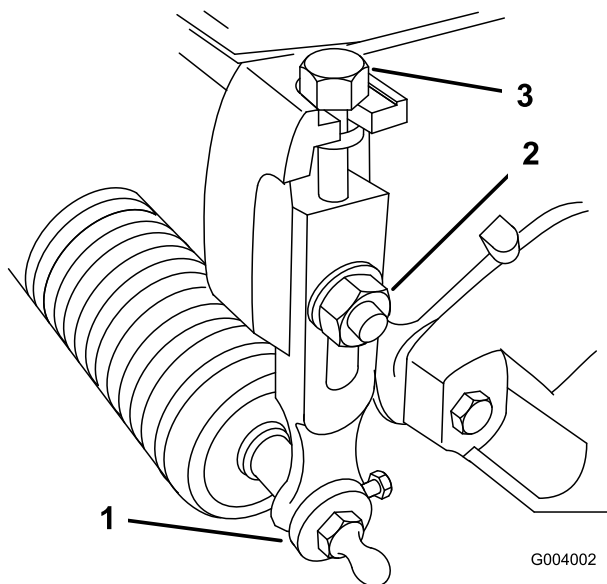

Figura 15
1. Allentate i dadi di bloccaggio che fissano i bracci di regolazione dell'altezza di taglio sulle piastre laterali dell'apparato di taglio (Figura 15).